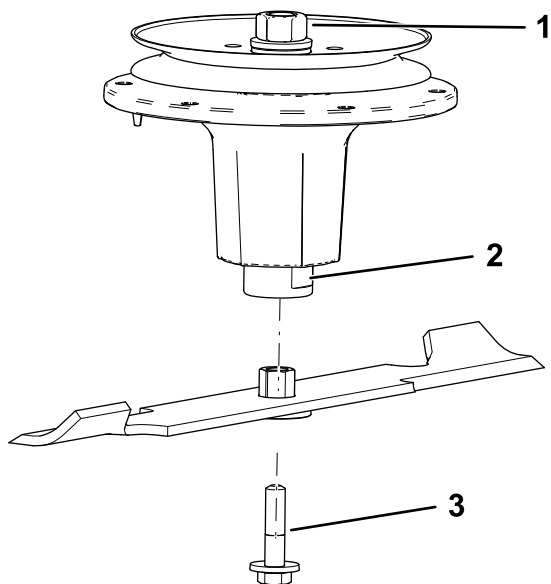

Рисунок 86
2. Вставьте узел втулки/ножа в вал шпинделя (Рисунок 86).